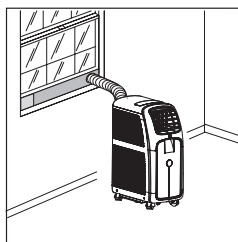

Fig. 3.
Étape 3: Si la fenêtre est à guillotine, installez l'adaptateur sur la pièce d'appui, ajustez-le pour couvrir la largeur du cadre de la fenêtre, fixez l'adaptateur à l'aide de la goupille et rabattez la fenêtre sur ce dernier. Introduisez la sortie pour fenêtre du tuyau d'évacuation dans la fente, puis reliez le tuyau au conditionneur d'air (fig. 3).